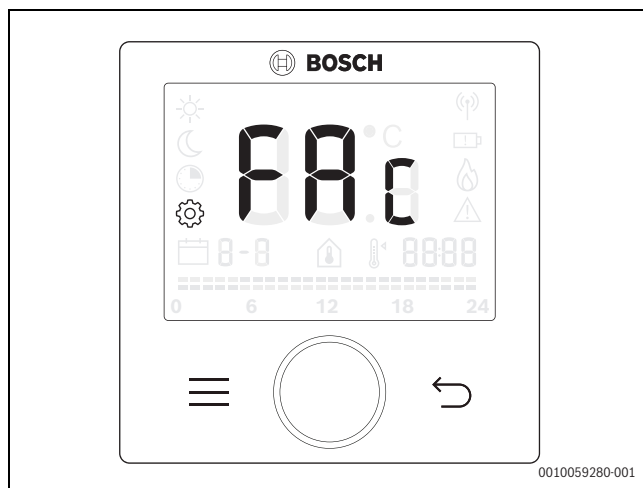

Fig. 37
- ▶ Pulsar la tecla Menú hasta que la pantalla se visualice de la siguiente manera → fig. 37.